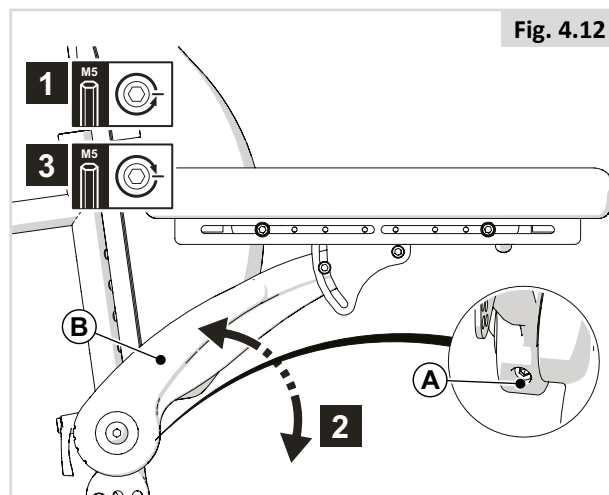

Fig. 4.12
#### CZĘŚĆ 1 (Rys. 4.12)
Aby sięgnąć do tylnej śruby przy niższym ustawieniu podłokietnika, poluzować śruby (A) z Rys. 4.12 i wyregulować najpierw kąt ustawienia poduszki podłokietnika.